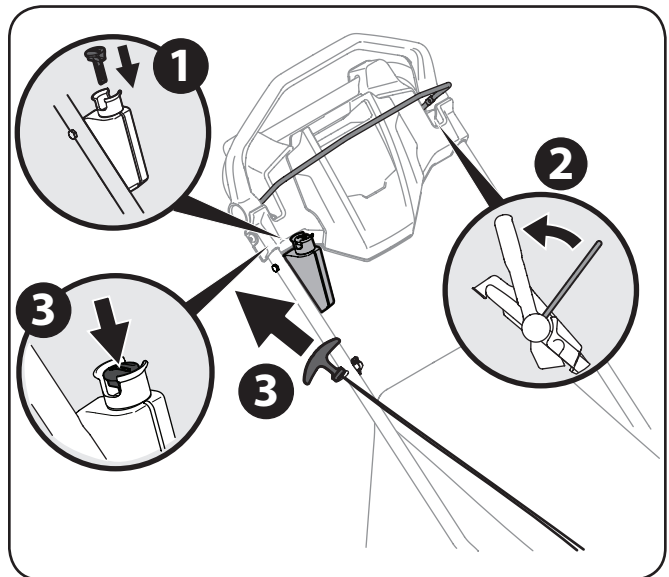

Figura 5-4
2. De pie detrás de la podadora, tire del control de la cuchilla contra el control de transmisión. Vea la Figura 5-4.
Arranque eléctrico (si está equipado): Empuje la llave eléctrica empujón de arranque para arrancar el motor. Vea la Figura 5-4.